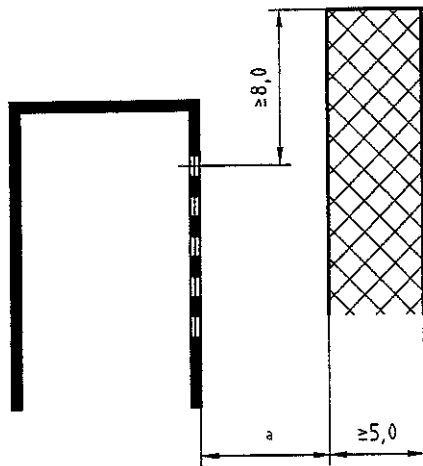

Bild 2
- bei Aufstellflächen parallel zu Außenwänden müssen diese mit ihrer der anzuleitenden Außenwand zugekehrten Seite einen Abstand von mindestens 3 m haben. Der Abstand darf höchstens 9 m, bei Brüstungshöhen von mehr als 18 m höchstens 6 m betragen. Die Aufstellfläche muss mindestens 8 m über die letzte Anleiterstelle hinausreichen (siehe Bild 2).